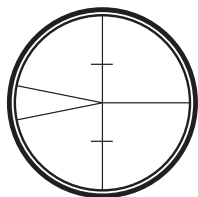

Fig. 3
1. **Сфокусируйте перекрестие** (рис. 3) наводя дальномер на яркий фон или удерживая белый лист бумаги перед линзой объектива, затем поворачивайте окуляр, пока перекрестие не станет четким и черным.